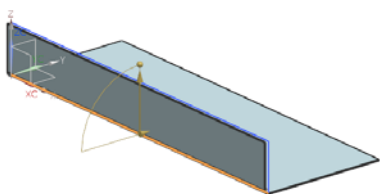

图 3-100 选择弯边
- (3) 选择弯边，同时在视图区预览显示所创建的弯边，如图 3-100 所示。